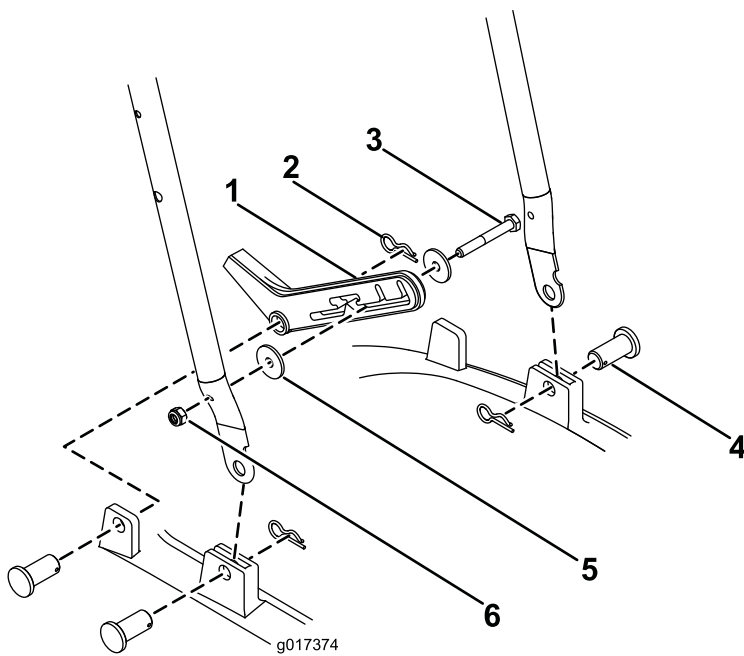

Figura 3
1. Deslice el manillar inferior en el bastidor (Figura 3).
2. Sujete cada lado con un pasador de retención y un pasador de horquilla (Figura 3).
3. Sujete la placa de ajuste al lado derecho del manillar inferior con un perno M6, una tuerca M6 y 2 arandelas (Figura 3).
4. Sujete la placa de ajuste al bastidor con un pasador de retención y un pasador de horquilla (Figura 3).